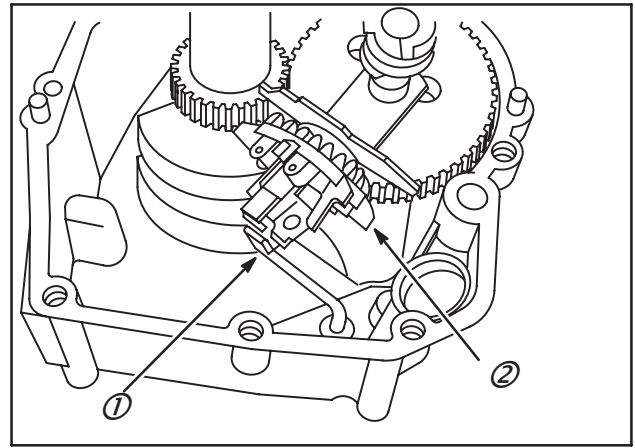

Fig. 49
4. Tourner l'axe jusqu'à ce que la palette (1) appuie sur le toucheau du régulateur de la turbine de graissage (2), Fig. 49.